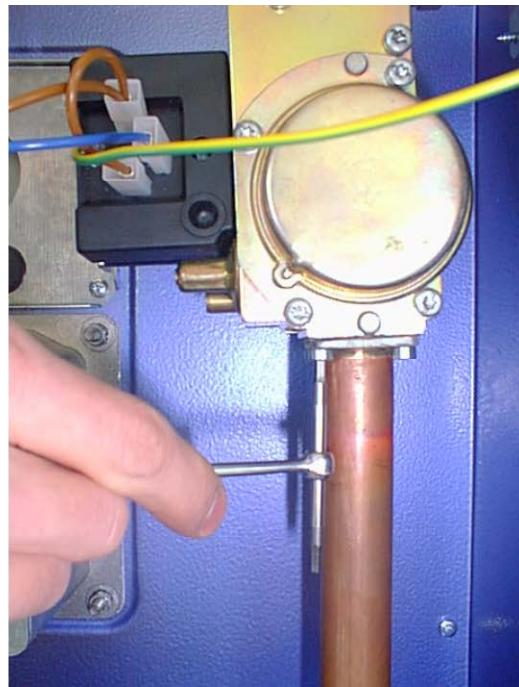

Рисунок 16
- C) Ослабьте, без удаления, 4 винта для крепления подводящей трубы газа к клапану газа (рисунок 16);